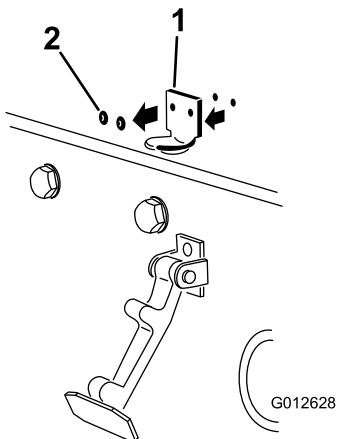

Figure 12
- Retirez les (2) rivets qui fixent le support du verrou au capot (Figure 12). Enlevez le support du verrou du capot.